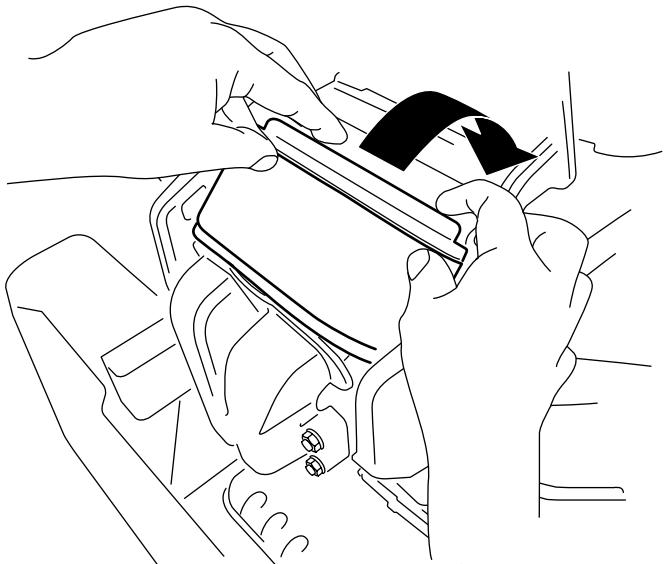

Figura 41
3. Ruotate il filtro nella camera e innestatelo completamente contro il collettore (Figura 41).